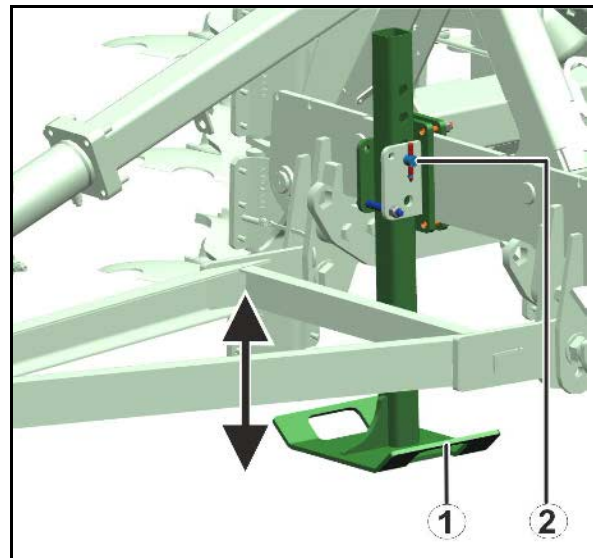

Рис. 33
Перед налаштування затягніть запірні гвинти (Рис. 33/2).
Після регулювання треба зафіксувати запірні елементи (Рис. 33/1) за допомогою запірного болта та шплінта (Рис. 33/3).
2. Витягніть задні розпірні елементи (починаючи від упорної шайби (Рис. 33/4) на обох консолях).
2. Витягніть передні розпірні елементи (починаючи від упорної шайби (Рис. 33/4) на обох консолях).